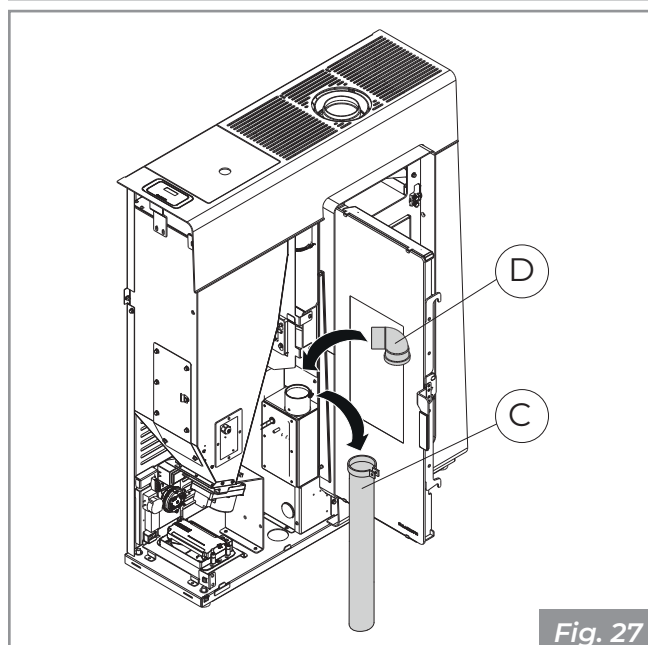

Fig. 27
- Rimuovere il tubo flessibile di collegamento aria comburente (**C**) e inserire al suo posto la curva a 90° (**D**) in dotazione (**Fig. 27**).